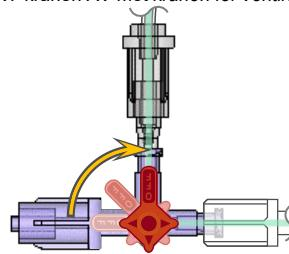

Bild 3 – DyeVert Power XT-kran AV
- 9) Vrid DyeVert Power XT-kranen AV mot *kranen för ventilval*. (Se bild 3)